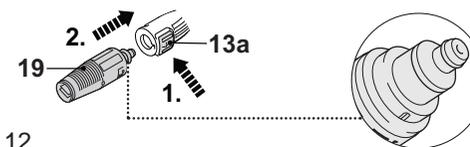

Fig. 12
2. Pressez le bouton de deverrouillage (13a) et raccordez la buse vario (19). Relâchez le bouton de verrouillage (Fig. 12).